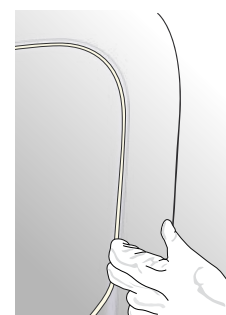

Abbildung 12
- › Den Handschuh anziehen und ein Stück vom TIRODECO- oder WRAPKNIFE-Band im unteren Rand der Vertiefung des zu folierenden Untergrunds anbringen, und zwar so nahe wie möglich an der Verformung. (Abb. 12)